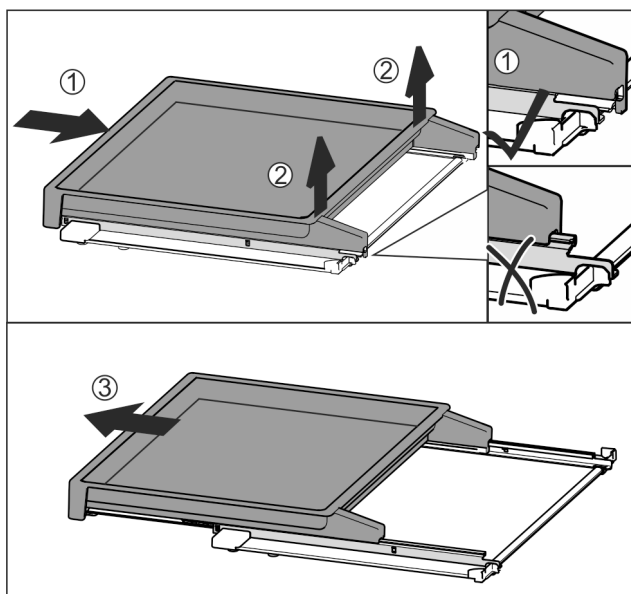

Fig. 114
- ▶ Vysouvací přihrádku zcela zasuňte Fig. 114 (1).
- ▶ Uvolněte západku na zadní straně Fig. 114 (2).
- ▶ Vysouvací přihrádku vyjměte směrem dopředu Fig. 114 (3).